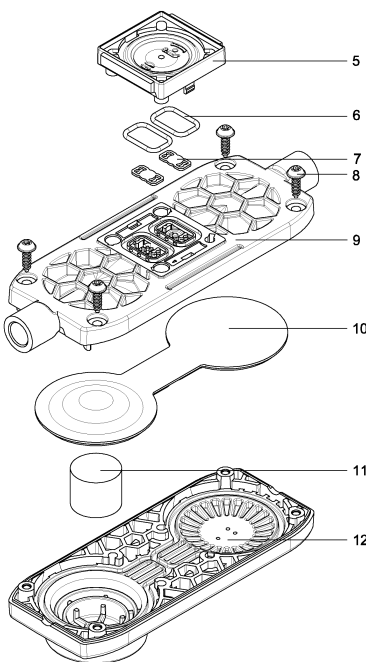

Abbildung 4
1. Lösen der vier Kopfschrauben (1) und Abnehmen des ganzen Kopfes (2) vom Gehäuse (4).
2. Wulstmembrane (3) mit den Händen vorsichtig greifen und entgegen des Uhrzeigersinns herausdrehen.
3. Kopf (2) wie in Abbildung 4 gezeigt drehen.
4. Zwischenplatte (5) aus Anschlussplatte (9) entfernen.
5. Beide O-Ringe (6) und beide Ventile (7) aus der Anschlussplatte (9) entfernen.
6. Lösen der Dämpferschrauben (8) und entfernen der Anschlussplatte (9).
7. Schwingmembrane (10) und Dämpfungselement (11) aus Abschlussdeckel (12) herausnehmen.
1. Die Wulstmembrane (3) einschrauben und gut festziehen.
3. Abschlussdeckel (12) gemäss Abbildung 4 hinlegen.
4. Dämpfungselement (4) in den zylindrischen Teil des Abschlussdeckel (12) einlegen. Im unteren Bereich wird dieses leicht geklemmt.
5. Schwingmembrane (3) in Abschlussdeckel (12) einlegen. Kontrollieren, dass der Wulst der Schwingmembrane korrekt in der Nut des Abschlussdeckels (12) liegt. Ausserdem darauf achten, dass sich die Wölbung der Schwingmembrane auf der Seite des Dämpfungselements befindet.